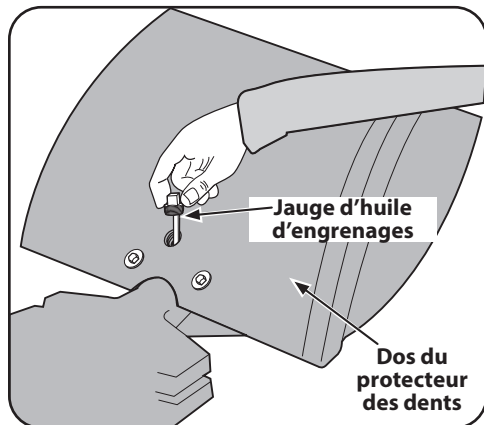

Figure 5-7
NOTE : Deux procédures de vérification d'huile d'engrenages à transmission sont décrites ci-dessous. Suivez la première procédure si la jauge n'a qu'un repère Vérifier à froid (« Check Cold »). Utilisez la deuxième procédure si la jauge a les repères Chaud (« Hot ») et Froid (« Cold »). Retirez la jauge de la transmission de l'ensemble de dents pour déterminer le type de jauge que vous possédez. Voir Figure 5-7. Puis, remplacez la jauge avec les repères faisant face vers l'arrière.
6. Retirez la jauge de la transmission. Voir Figure 5-7. Essuyez-la avec un chiffon.
7. Placez les repères de la jauge face à l'arrière du motoculteur. Placez-la dans le trou de vidange jusqu'à ce qu'elle touche l'arbre de transmission à l'intérieur. Voir Figure 5-7. Ne forcez pas sur la jauge ou n'essayez pas de la remettre à l'intérieur; vous pourriez obtenir une lecture incorrecte.